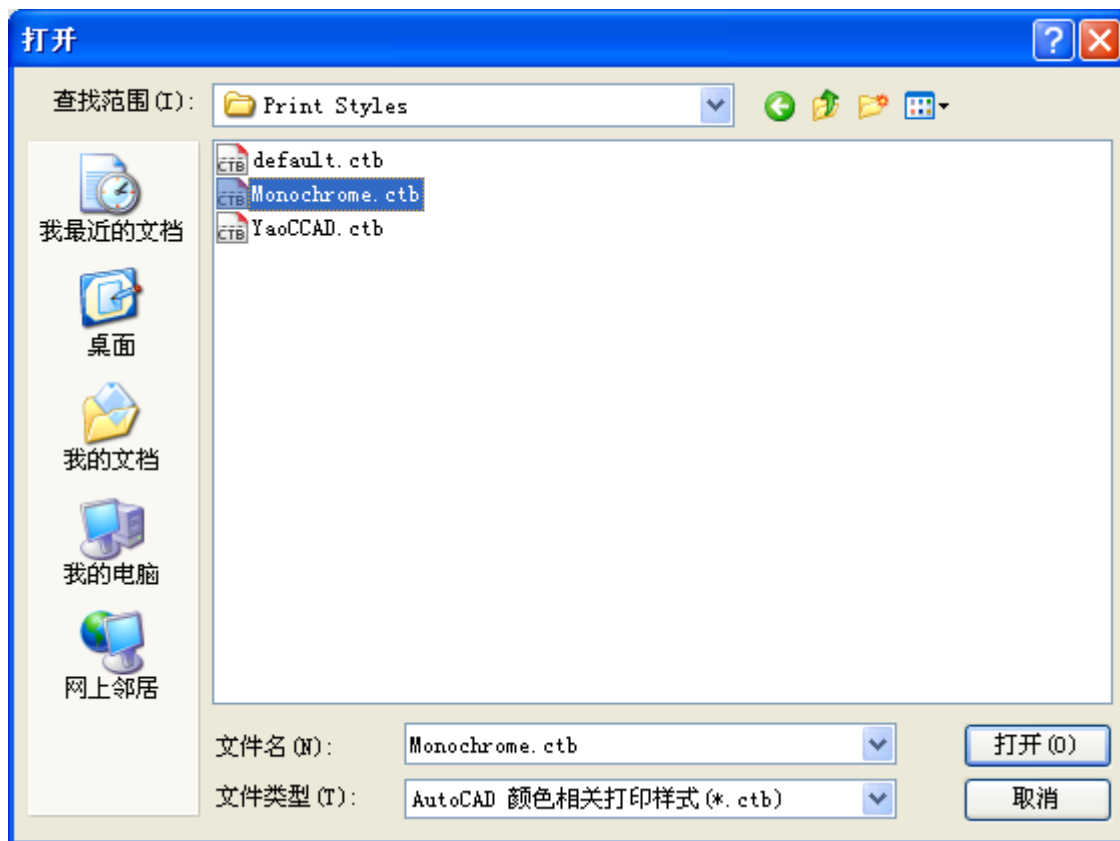

图 3.9 打开打印样式表
1. 使用打印样式文件：选择是否按打印样式表打印图纸。点击“选择”按钮，选择打印样式表文件。如下图 3.9 所示。
点击“”按钮，选择打印样式表文件。如图 3.9 所示。